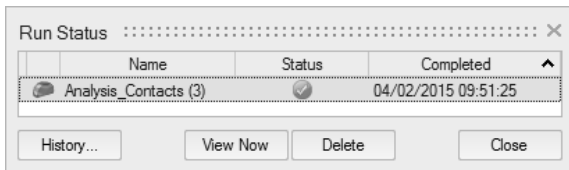

图 12-30
- 3) 当运行结束后，选择运行状态窗口中的运行，并单击现在查看按钮以查看结果，如图 12-30 所示。